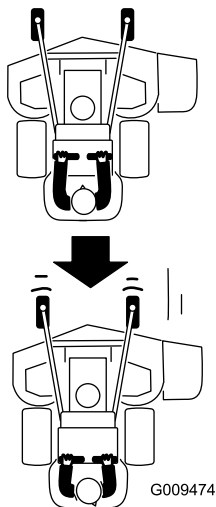

Bild 24
2. Ziehen Sie die Fahrtriebshebel langsam nach hinten (Bild 24).